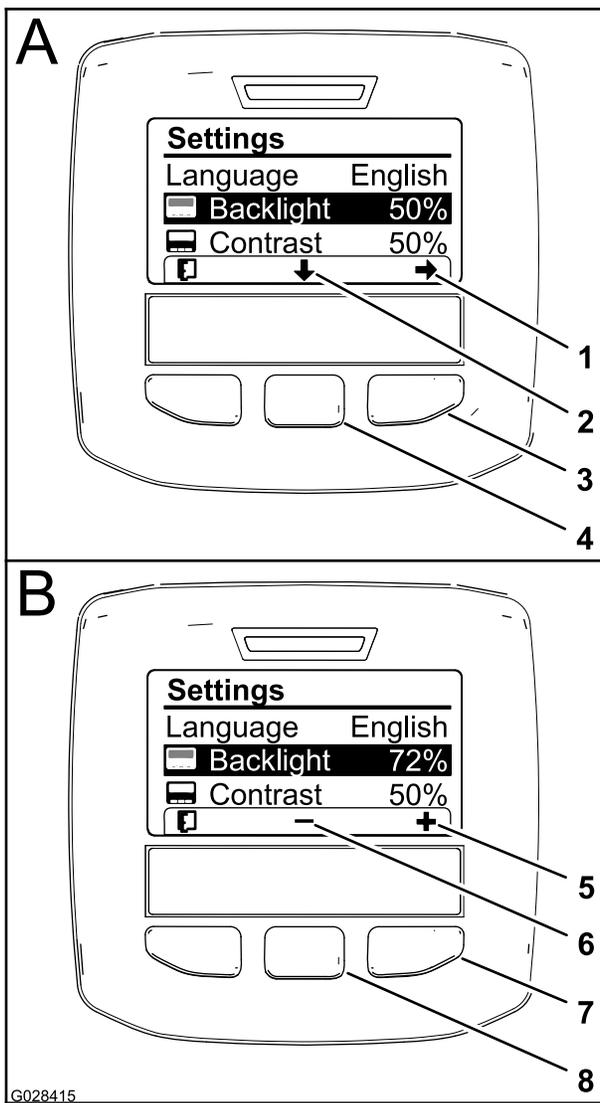

図 22
2. 表示に使用する言語を変更するには、中央ボタン画面上で下向きの矢印で示されているボタンを押し、画面を下にスクロールして Language という選択肢を出す 図 22。
3. 右ボタンを押すと数値の変更ができるようになる 図 22。
4. 中央ボタンと右ボタンとを使って表示画面の明るさを調整する 図 22。
5. 左ボタン終了アイコンの下にあるボタンを押すと、選択中の項目が記憶され、設定メニューを終了し、メインメニューへ戻る 図 22。
押し、画面を下にスクロールして Contrast という選択肢を出す 図 22。
7. 右ボタンを押すと数値の変更ができるようになる 図 22。
8. 左ボタン終了アイコンの下にあるボタンを押すと、選択中の項目が記憶され、設定メニューを終了し、メインメニューへ戻る 図 22。
9. 左ボタンを押すと、設定メニューを終了し、メインメニューへ戻る 図 20 と 図 22。
10. 左ボタンを押すとホーム画面に戻る 図 22。